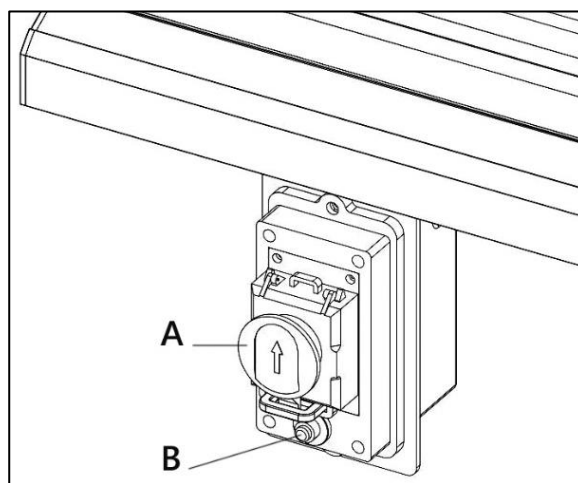

Рисунок 30
- Аккуратно установите параллельный упор так, чтобы опорный кронштейн захватил заднюю направляющую планку (рис. 30).
- Выключатель расположен под передней направляющей, на левой стороне (рис. 30).